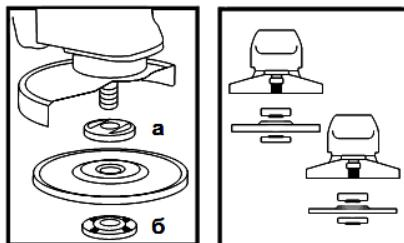

Рисунок 2
4.4 Встановіть на виріб шліфувальний або відрізний круг. Для цього натисніть на кнопку фіксації шпинделя (1) і поверніть шпиндель до такого положення, при якому він зафіксується. За допомогою вілочкового ключа з комплекту виробу відверніть і зніміть затискну гайку (б) (дивіться рисунок 2). Встановіть шліфувальний диск на посадкове місце фланцевої шайби (а) (рисунок 2), наживіть рукою затискну гайку на шпиндель і затягніть її ключем з комплекту виробу.